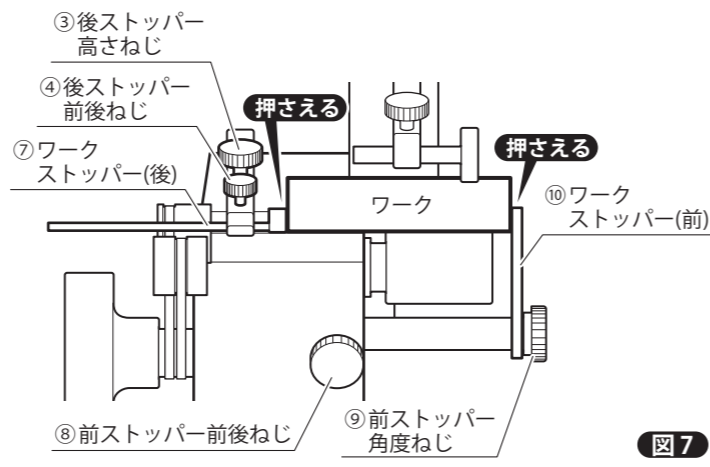

図7
- ・前ストッパー前後ねじと、前ストッパー角度ねじをゆるめ、ワークストッパー(前)の位置をワーク前方を押さえるように調整して、ねじを締めてください。(図7)
- ・後ストッパー前後ねじをゆるめ、ワークストッパー(後)の位置をワーク後方を押さえるように調整して、ねじを締めてください。(図7)